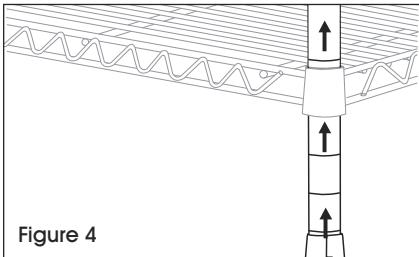

Figure 4
2. Faites glisser le montant sous la partie inférieure de la tablette jusqu'à ce que la tablette se fixe fermement en place sur les supports. (Voir Figure 4)